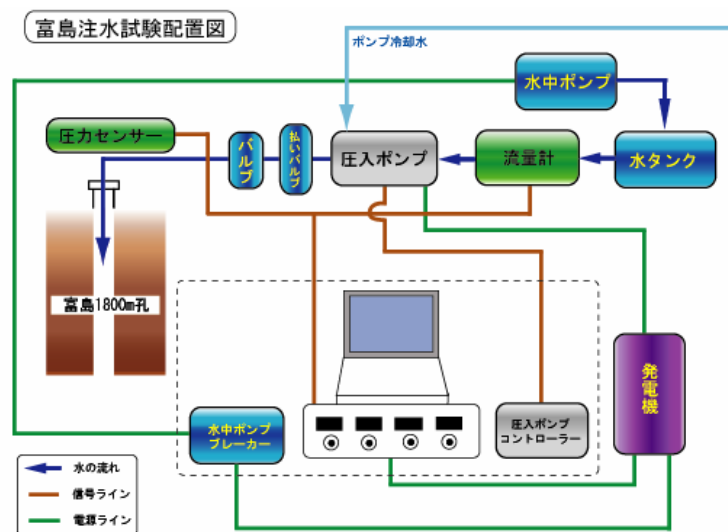

図1 配置図
4) 注水孔口のコンクリート柵内の水しみ出しの確認コンクリート柵内に水が溜まってくるのが予想されるので、確認し水の量のメモを残す。図1は注水試験配置図である。